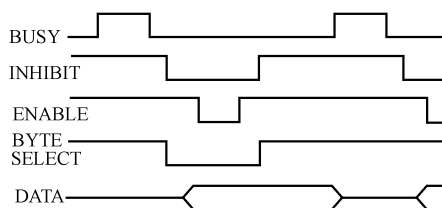

图 2-28 AD2S82A 信号关系
AD2S82A 数据传输从变换器读取旋转角数据时, 需要遵循以下步骤: ①检测 BUSY 信号, 如果 BUSY 为 1, 则数据无效。反之, 数据有效。②给 INHIBIT 脚加低电平。③等待 600ns 后, 给 ENABLE 脚加低电平, 进行有效数据的读取。AD2S82A 信号关系如图 2-28 所示。